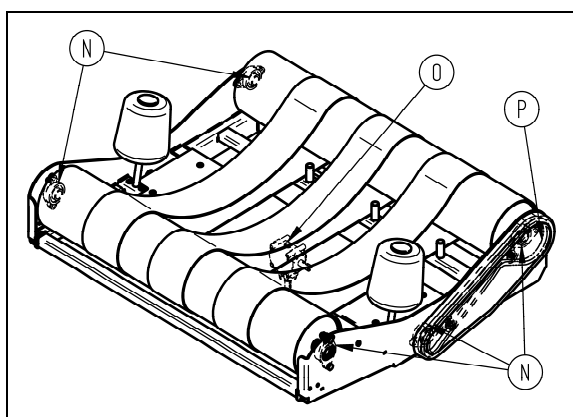

fig. 34 – Points de lubrification berceau
- Graisser les roulements des supports des rouleaux sur le berceau (fig.34, N).
- Lubrifier la chaîne de transmission du berceau (fig.34, P).
Remplacer l'huile du renvoi d'angle du berceau tournant, avec huile SAE 90 en quantité de 0.8 kg (fig.34, O).
- Pour l'éventuelle réglages de la chaîne agir sur le pignon tendeur (fig.34, A)